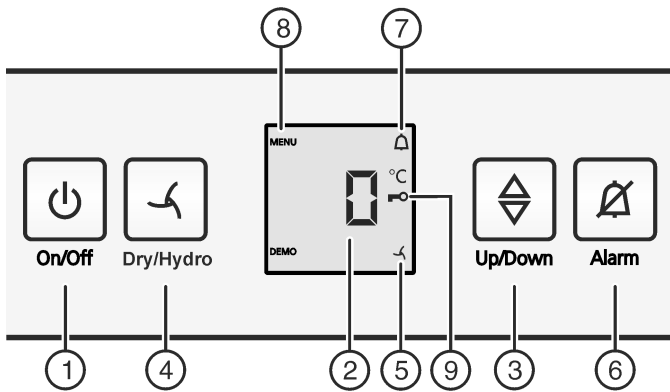

Fig. 2
- ▶ Nyomja meg a On/Off gombot Fig. 2 (1).
- ▶ Aktiválja a beállítási módot: Nyomja a Dry/Hydro gombot Fig. 2 (4) kb. 6 mp-ig.
- ▷ Kigyullad a Menü ikon Fig. 2 (8).
- ▶ A jóváhagyáshoz röviden nyomja meg a Dry/Hydro gombot Fig. 2 (4).
- ▶ A gyermekbiztosíték bekapcsolásához röviden nyomja meg a Dry/Hydro gombot Fig. 2 (4).
- ▷ A gyermekbiztosíték ikonja Fig. 2 (9) világít. A kijelzőn **cl** villog.
- ▶ A gyermekbiztosíték kikapcsolásához röviden nyomja meg a Dry/Hydro gombot Fig. 2 (4).
- ▷ A gyermekbiztosíték ikon Fig. 2 (9) kialszik. A kijelzőn **cl** villog.
- ▶ Beállítási mód kikapcsolása: Nyomja meg a On/Off gombot Fig. 2 (1).
- ▶ Nyomja meg a riasztás gombot Fig. 2 (6).